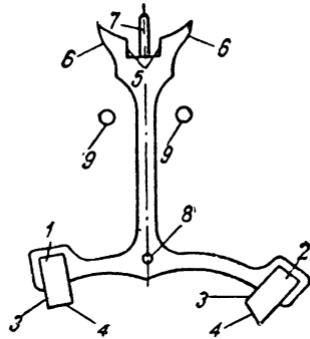

Рис. 71. Вилка с палетами:
- 5) палеты (рис. 71)—для передачи импульса от зубьев анкерного колеса на вилку.
Палеты (рис. 71)—камни, имеющие форму прямоугольной призмы с отполированными скосенными с одной стороны, под разными углами, боковыми гранями. Палеты бывают входные и выходные. Палеты имеют плоскость покоя—боковая грань и плоскость импульса — скосенная грань.